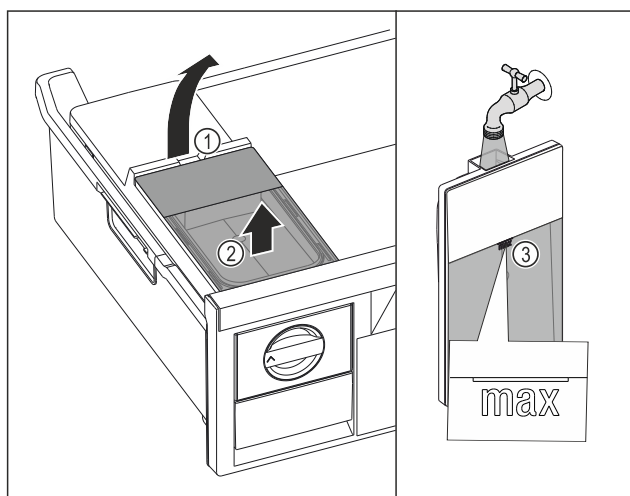

Fig. 164
- Wassertank an der Aussparung Fig. 164 (1) anheben.
- Wassertank nach oben entnehmen. Fig. 164 (2)
- Wassertank bis zur Markierung Fig. 164 (3) mit Trinkwasser befüllen.